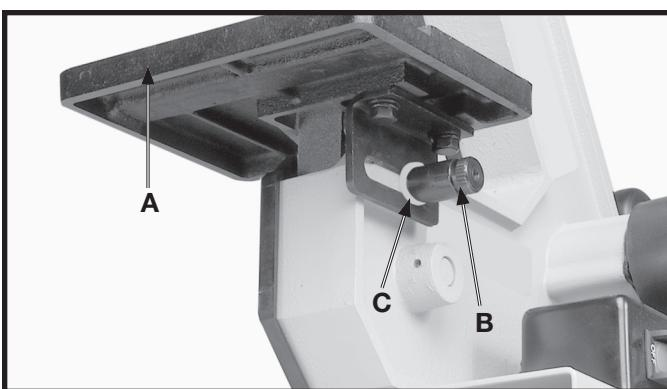

Fig. 17
- Installer le module de la table (A) fig. 17, sur le cadre de la ponceuse à bande abrasive. Enfiler une rondelle plate de 10 mm (C) fig. 17, sur le goujon de verrouillage (B) et le visser dans le trou taraudé de l'appareil moulé pour tenir le module de la table en position comme indiqué.